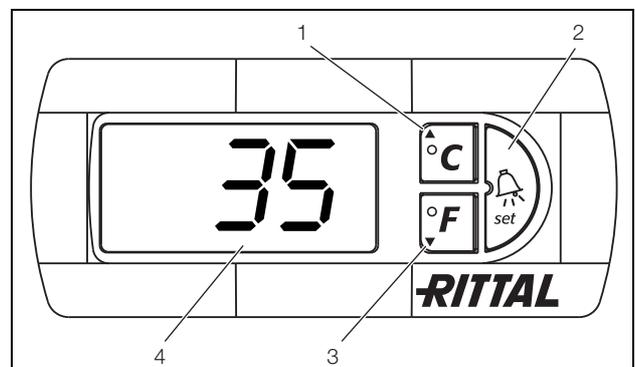

Fig. 14: e-Comfortcontroller
Das Kühlgerät arbeitet automatisch, d. h. nach Einschalten der Stromversorgung läuft der Verdampferventilator (siehe Abb. 2) an und wälzt die Schrankinnenluft um. Verdichter und Verflüssigerventilator werden durch den e-Comfortcontroller geregelt. Der e-Comfortcontroller verfügt über eine 7-Segment-Anzeige (Abb. 14, Pos. 4). Auf ihr wird nach dem Einschalten der Stromversorgung zunächst für ca. 2 Sek. die aktuelle Softwareversion angezeigt. Danach eine voreingestellte Option (z. B. t10) bzw. die Temperatur.
Die Programmierung des Gerätes nehmen Sie über die Tasten 1 – 3 (Abb. 14) vor. Die Parameter dazu erscheinen ebenfalls in der Anzeige.
■ Drücken Sie gleichzeitig die Tasten 1 und 2 (Abb. 14) für mind. 5 Sek.
Mit den Tasten 1, 2 und 3 (Abb. 14) können Sie 24 Parameter innerhalb der vorgegebenen Bereiche (Min.-Wert, Max.-Wert) verändern.